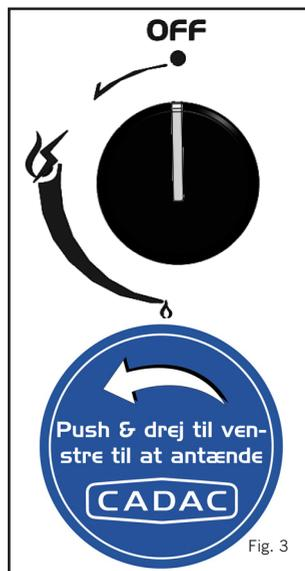

Fig. 3
- Brug betjeningsknapperne til at justere flammen i den individuelle brænder til det ønskede niveau ved at dreje knappen mod uret for at sænke flammen og med uret for at øge den (se fig.3).